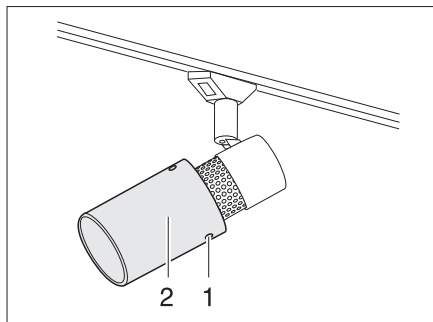

Fig. 175 Spot halogène (coulissant)
- Dévisser les vis de fixation (Fig. 175,1).
- Retirer prudemment la protection en forme de calice de la lampe (Fig. 175,2) du support.